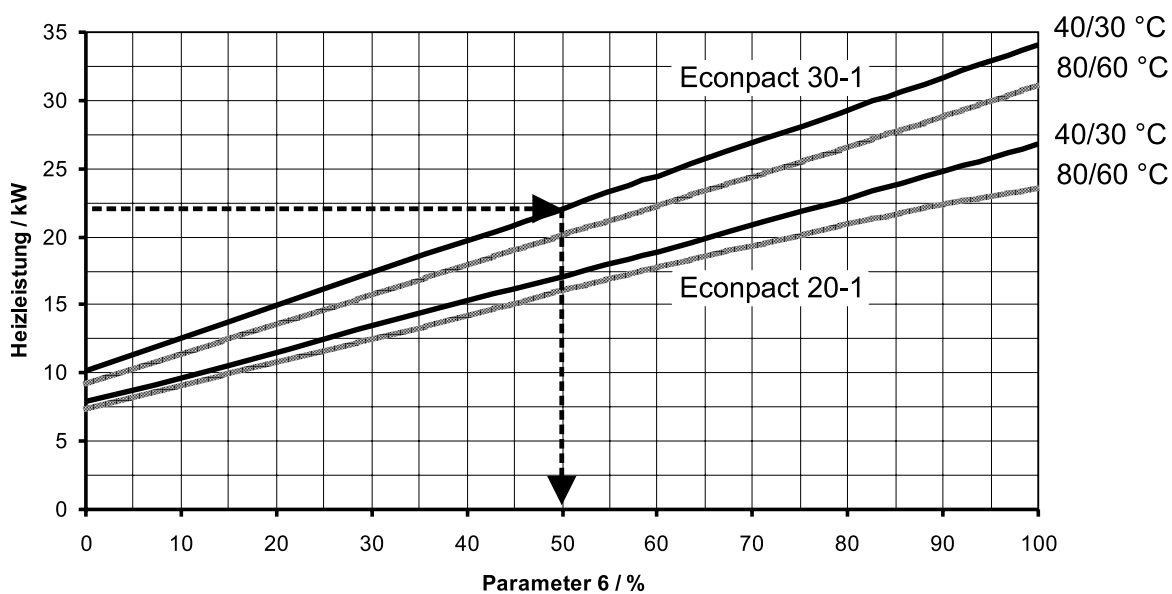

Abb. 5.9 Einstellung Parameter 6
Durch Verändern des Parameters 6 in der Parameter-ebene kann die max. Geräteleistung prozentual angepaßt werden (siehe Abb. 5.9 und Kap. 7.5).
- Kontrollieren Sie entsprechend Diagramm Abb. 5.9 bzw. Abb. 5.10 den Gasdurchfluß.